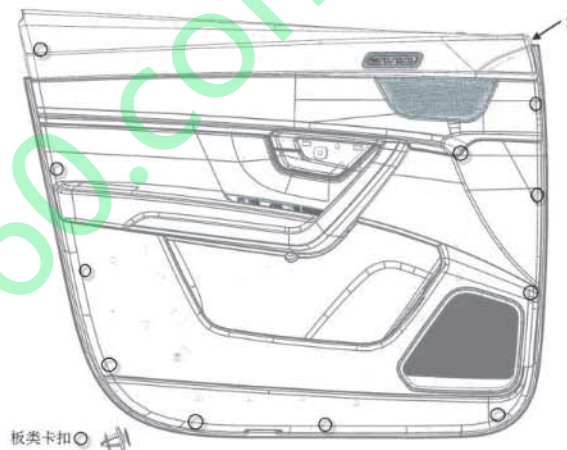

图 8-1-3 左前门护板卡扣位置示意图
(3) 如图 8-1-3，用手掰门护板上本体前端，如箭头 1 处，将门护板上本体与水切分离，然后